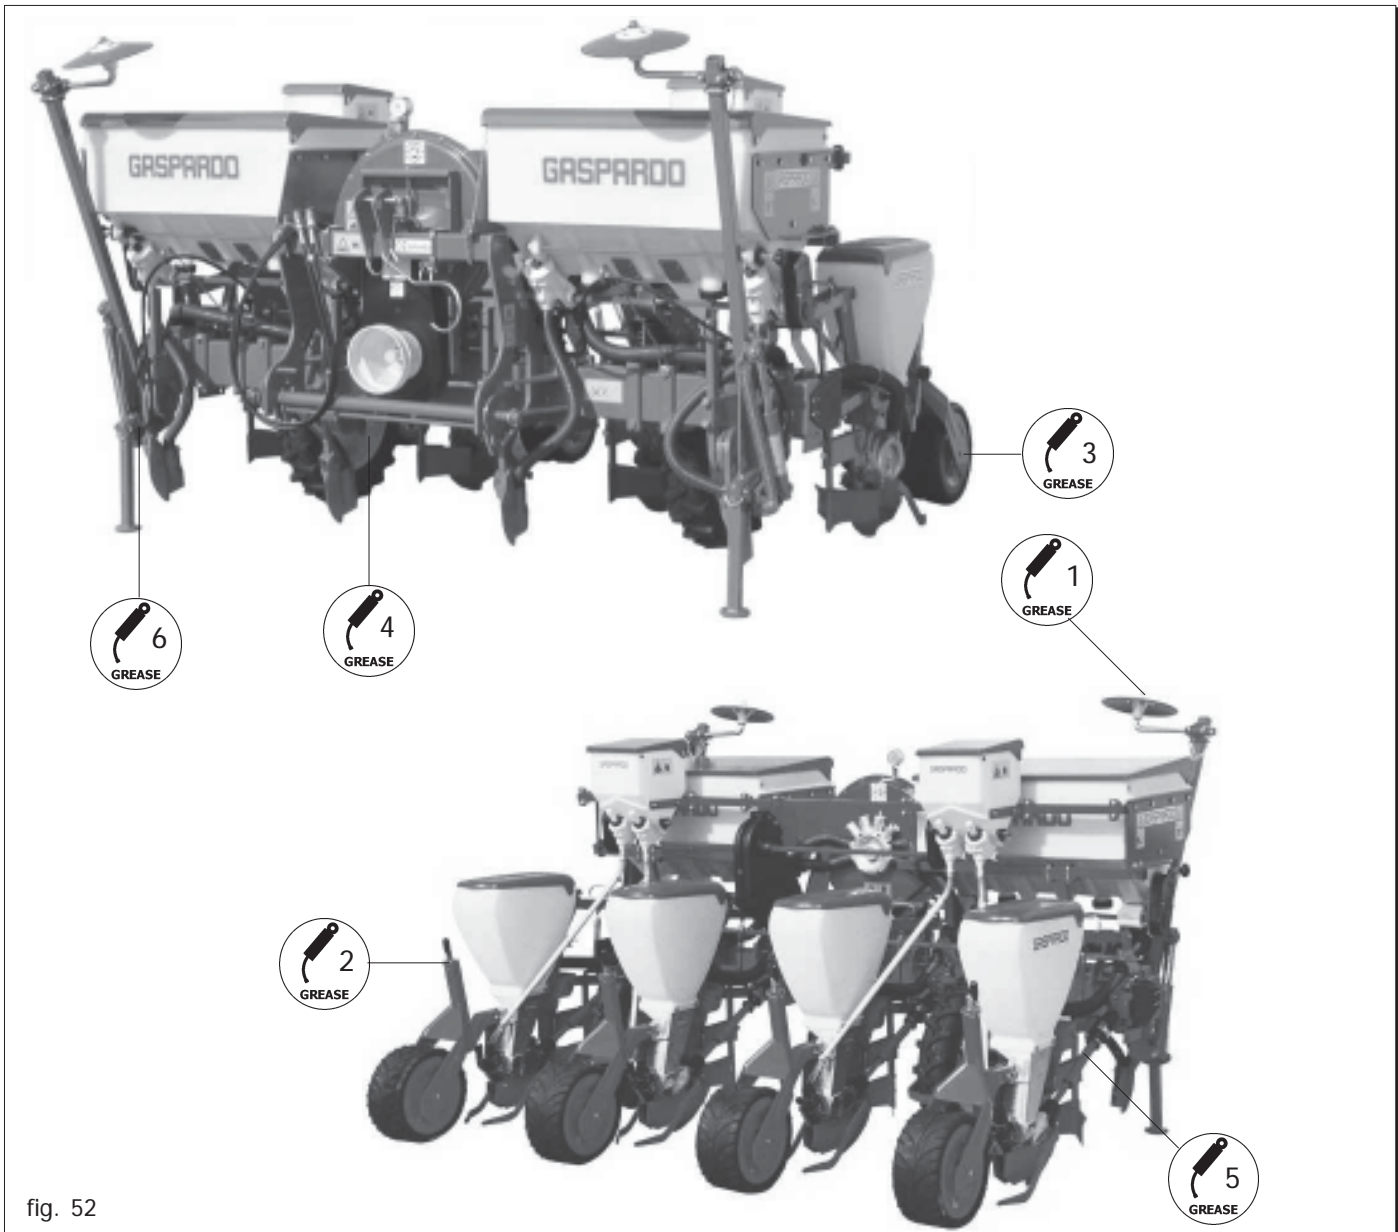

fig. 52
- Ingrassare il perno dei dischi segnafile (1 Fig. 52).
- Se sono montate le ruote a «V» in ferro, ingrassarne i mozzi (3 Fig. 52)
- Ingrassare il perno del braccio segnafile (6 Fig. 52).
- Oliare la vite dei regolatori di altezza (2 Fig. 52).
- Ingrassare i cuscinetti oscillanti delle ruote motrici (4 Fig. 52).
- Ingrassare la coppia conica degli alberi cardanici (5 Fig. 52).